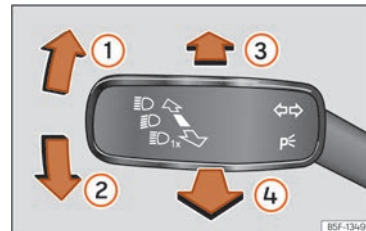

Abb. 71 Blinker- und Fernlichthebel.
- Drücken Sie den Blinker- und Fernlichthebel aus der Ausgangsstellung nach vorne »» **(Abb. 71) ③**.
- **ODER:** Ziehen Sie bei eingeschaltetem Fernlichtassistenten den Blinker- und Fernlichthebel nach hinten »» **(Abb. 71) ④**.